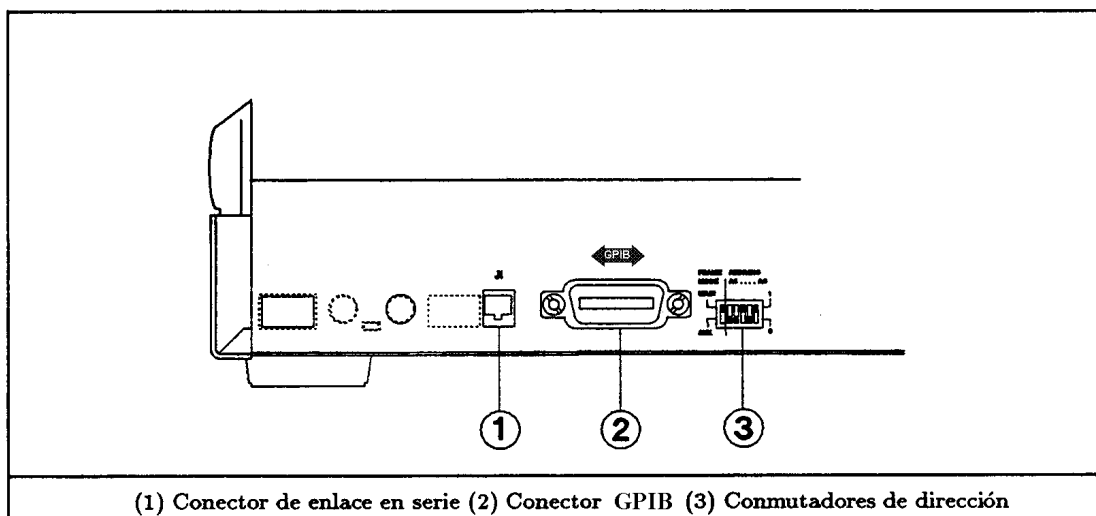

Figura 6. Conectores y conmutadores del controlador
En la Figura 6 verá las posiciones de conectores y conmutadores de dirección usados con el controlador.
Este conmutador (3, Figura 6) está dividido en dos partes: FRAME MODE y ADDRESS (dirección primaria GPIB).
- Conmutador de la dirección (vea la Figura 6).